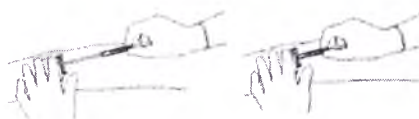

Рисунок 2
- Сдвиньте защитное устройство иглы вперед, чтобы три лепестка кончика защитного устройства разместились на сложенных крылышках (рис. 2).